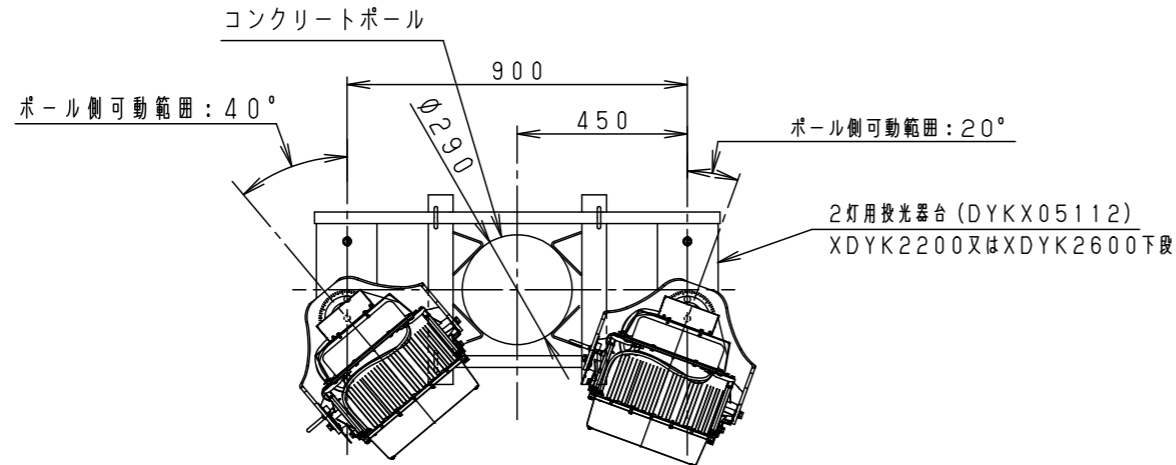

図1. 2灯用投光器台 (DYKX05112) に取付時の注意事項
- 水平面・壁面（下向き）・傾斜面に取付可能です。但し、壁面（下向き）・傾斜面取り付けの場合、横向き設置はしない。（図1参照）屋外で使用时、フィルター側を水平上向きに設置しない。（図2参照）感電・火災の原因となります。